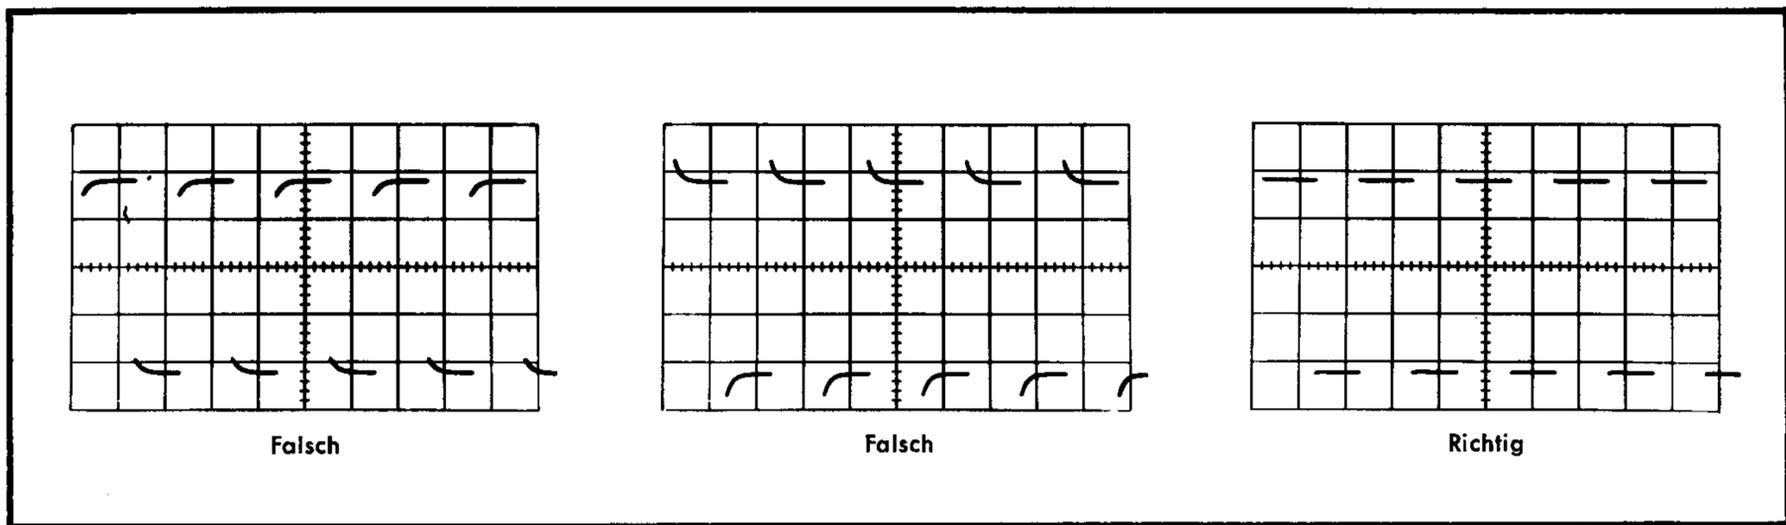

Bild 2-3 Tastkopf-Abgleich-Signale bei Verwendung eines Eichsignals von 1 kHz.
- Die Tastkopfkomensation wird abgeglichen, um eine beste Wiedergabe des Rechtecksignals, wie es in der Skizze rechts von Bild 2-3 gezeigt wird, zu erhalten.